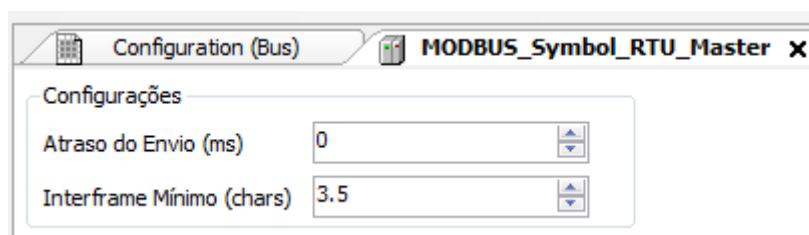

Figura 53: Tela de Configuração Parâmetros Gerais MODBUS RTU Mestre
- Configurar os parâmetros gerais do protocolo MODBUS Mestre, como: tempos de atraso de envio e interframe mínimo como na Figura 53.